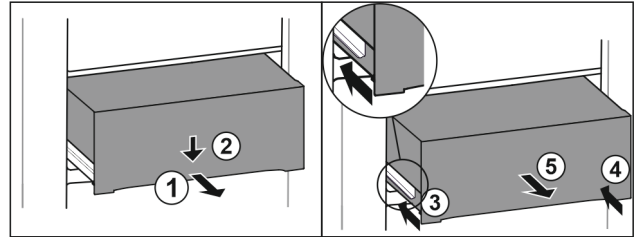

Fig. 221
- ▶ Húzza ki félig a fiókot. Fig. 221 (1)
- ▶ Nyomja le a fiók elülső oldalát. Fig. 221 (2)
- ▶ Tolja be a bal oldali sínt körülbelül 2 cm mértékben. Fig. 221 (3)
- ▶ Tolja be a jobb oldali sínt körülbelül 2 cm mértékben. Fig. 221 (4)
- ▶ Vegye ki a fiókot előre felé. Fig. 221 (5)